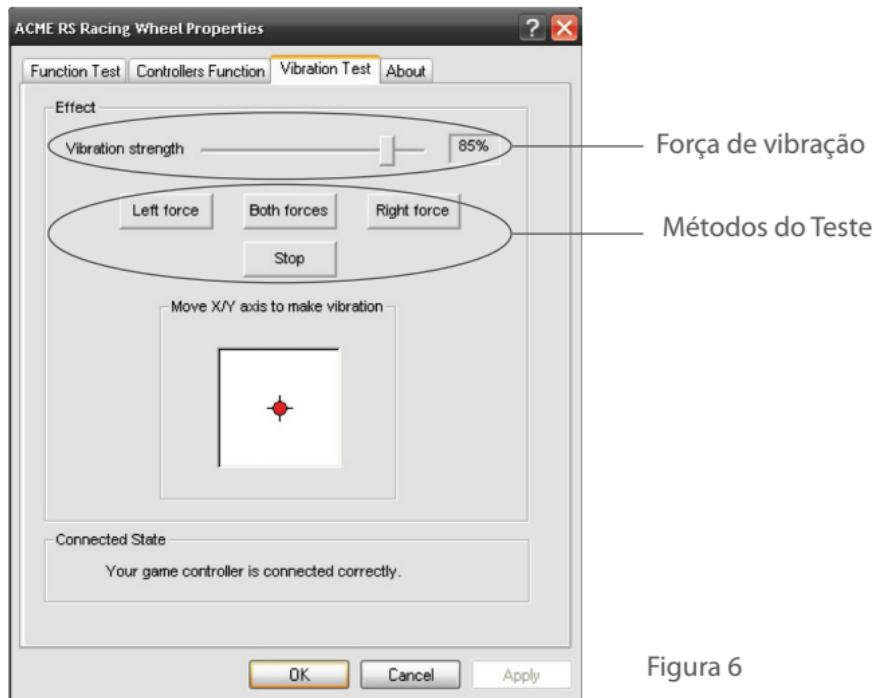

Figura 6
- A força de vibração pode ser ajustada a diferentes graus, de baixo a elevado, e conforme se descreve de seguida. (ver figura 6 "força de vibração")
- Métodos de teste do motor (Ver Figura 6)